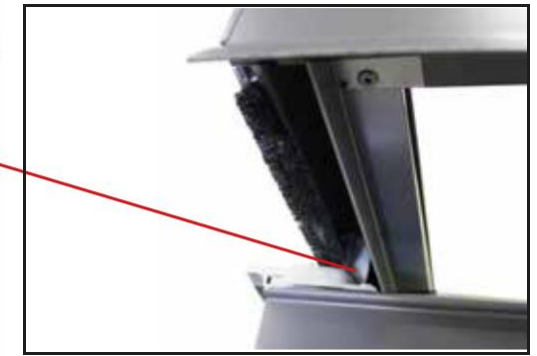

Abb.11 (1x li ./ re.)
11. Rollladen auf Dachfenster auflegen. Zunächst untere Führungs- und Gleitschiene in Gleitlager unten einfädeln, siehe **Abb. 11**. Die Schiene weist hierfür kleine Aussparungen auf. Anschließend Rollladen aufklappen und in obere Montagekonsole einführen. Dabei biegsame Welle durch vorge-bohrtes Loch nach innen führen.